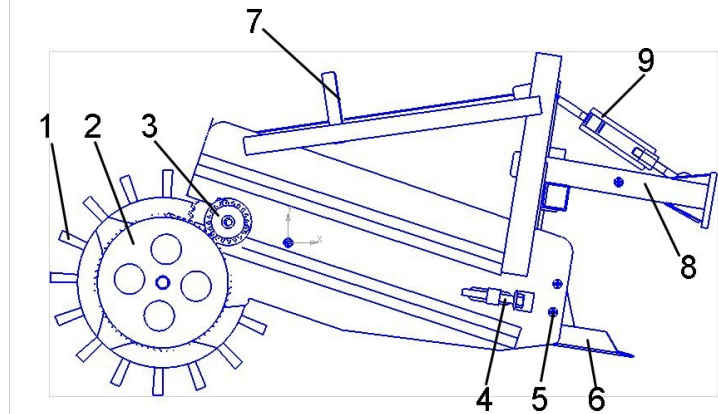

Рисунок 1 – Основные узлы картофелекопателя КМ-4
Подрезанный лемехом пласт грядки поступает на транспортер машины. На транспортере пласт подвергается крошению и просеиванию между прутками за счет вращательных колебаний осуществляемых приводом ведущего вала. Не просеявшиеся комки (диаметр более 25мм) почвы, клубни картофеля и ботва выбрасываются на поверхность поля по следу машины. С помощью грунтозацепов 1 (рис. 1) картофелекопатель перемещается копируя рельеф поля, а также происходит передача крутящего момента на вал транспортера.
Регулировка глубины хода лемеха осуществляется при помощи регулировочного винта (поз.5, рис. 1). Для регулировки винт необходимо ослабить, перевести лемех в желаемое положение, и затянуть регулировочный винт. Так-же на величину заглубления картофелекопалки влияет общий угол наклона картофелекопалки. Для его изменения необходимо произвести регулировку сцепки с помощью талрепа (поз.9, рис. 1). Раскручивание талрепа приведет к уменьшению общего угла атаки, закручивание – к увеличению общего угла атаки картофелекопалки.
Привод транспортера осуществляется по средствам зубчатой передачи от оси грунтозацепов (поз.1, рис. 1) к ведущей оси транспортера.
- 1) Сцепку картофелекопателя (поз.8, рис. 1) перевести из транспортировочного положения в рабочее, для этого необходимо ослабить болты крепления сцепки, и повернуть сцепку на 180° таким образом, чтобы крайняя точка сцепки выступала за габариты картофелекопалки. После этого необходимо затянуть болты крепления.
- 5) Плавность хода транспортера и его степень натяжения регулируется с помощью болтов- натяжителей (поз.4, рис. 1) ведомой оси транспортера.
- 6) При необходимости, для улучшения заглубления, навесить на трубки крепления грузов (поз.7, рис. 1) утяжелители массой от 10 до 25 кг. Запустить двигатель мотоблока. Плавно тронуться с места, приводя в движение транспортер, и постепенно заглубляя лемех картофелекопалки в почву.